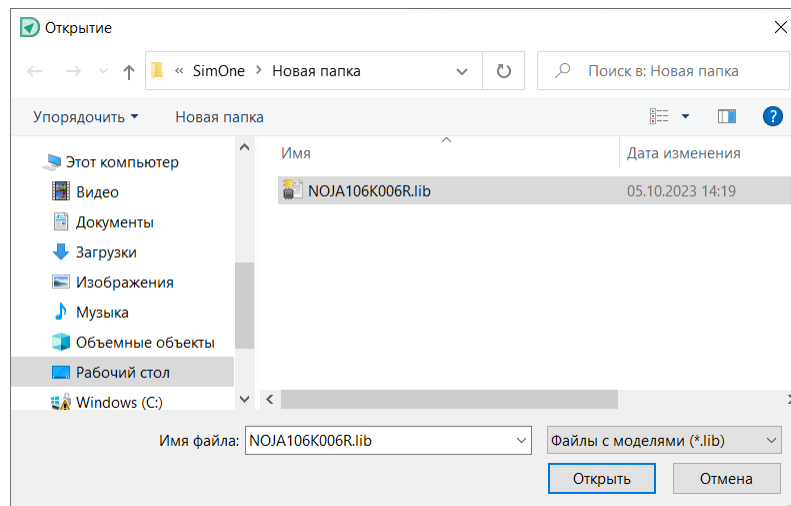

Рис. 13 Выбор файла SPICE-модели
3. В окне проводника выберите нужный файл SPICE-модели с расширением \*.lib, Рис. 13.